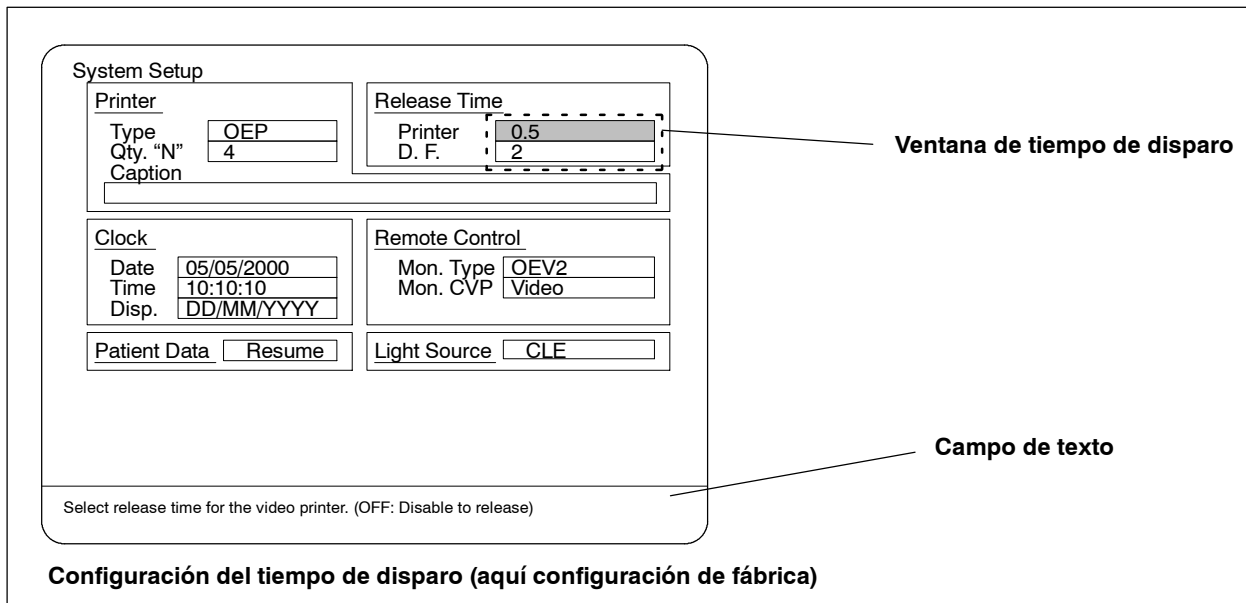

Figura 6.10
En la ventana "Release Time" aparecerá la configuración actual (valores de fábrica o ya modificados). Si desea cambiar alguno de los valores pulse la tecla "↑" ó "↓" para marcar la línea correspondiente en la ventana de tiempo de disparo (ver figura 6.10).
- La figura 6.10 muestra la configuración de fábrica.